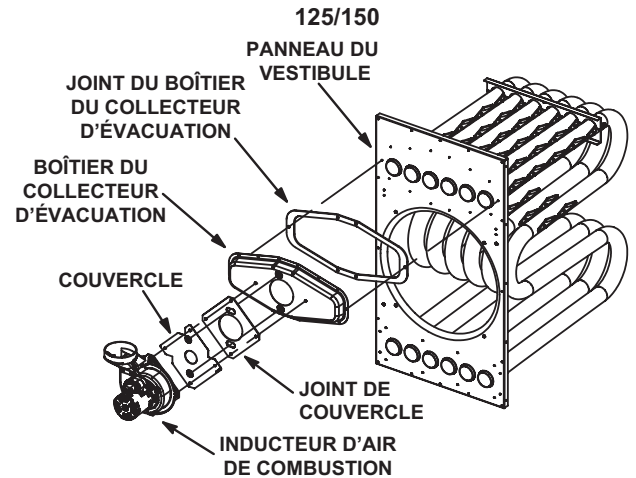

FIGURE 2
- 3 - Avant de connecter l'électricité ou le gaz, utiliser une douille pour retirer les quatre vis qui maintiennent l'inducteur d'air de combustion sur le collecteur d'évacuation. Voir Figure 2.